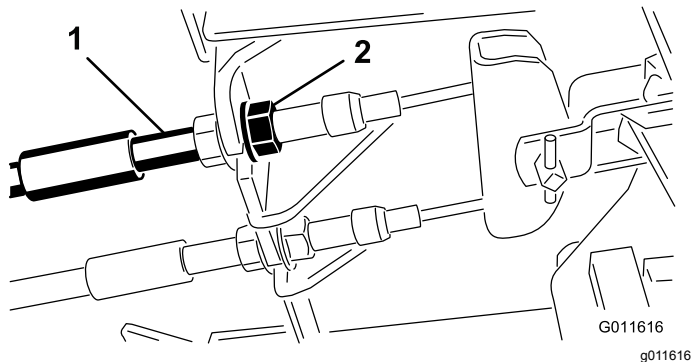

Figura 43
1. Para reducir la holgura de los pedales de freno, apriete los frenos aflojando la tuerca delantera del extremo roscado del cable de freno (Figura 43).